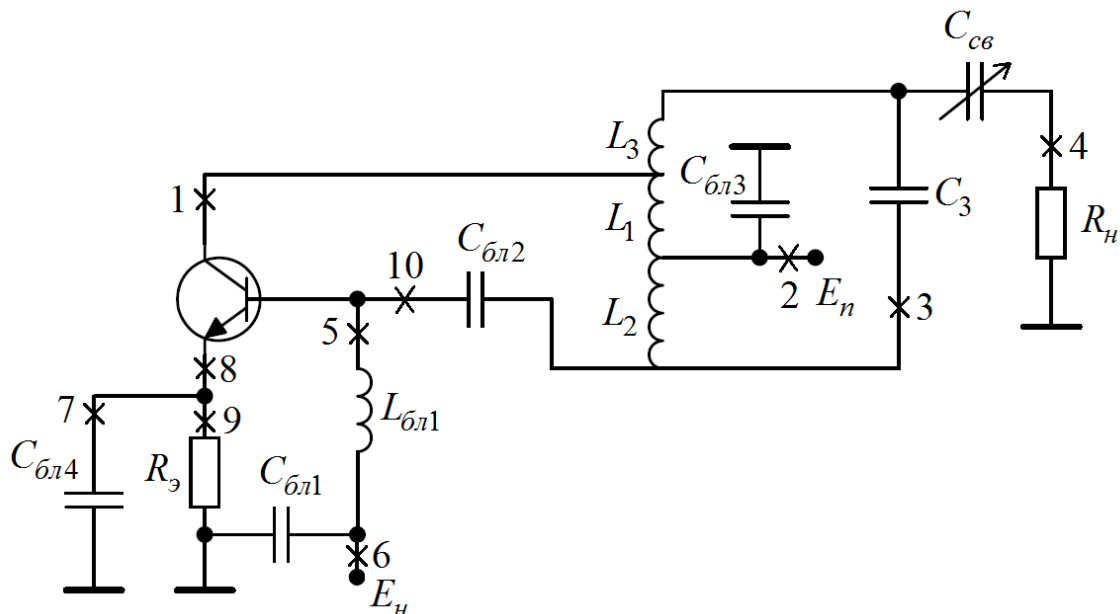

Рис.1.2. Схема индуктивной трехточки
- 2) Емкостная трехточка (ЕТ) (рис.1.2в) -  $X_{1,2} < 0, X_3 > 0$ .
**1.2.** В каких проводах, отмеченных на рис.1.2 цифрами, протекают токи, зависимости которых во времени соответствуют рис.1.4а,б,в,г? На каких элементах схемы лежат напряжения, аналогичные изображенным на рис.1.5а,б,в? Блокировочные элементы считать идеальными.
**1.3.** В каких проводах, отмеченных на рис.1.2 цифрами, протекают токи, зависимости которых во времени соответствуют рис.1.4а,б,в,г? На каких элементах схемы лежат напряжения, аналогичные изображенным на рис.1.5а,б,в? Блокировочные элементы считать идеальными.
**1.16.** АГ по схеме рис.1.2 работает в НР:  $X_1 = 10 \text{ Ом}; X_2 = 2 \text{ Ом}; \rho = 50 \text{ Ом}; Q = 50; P_1 = 20 \text{ мВт}; S = 0.2 \text{ А/В}$ . Рассчитать  $U_\epsilon, I_{\kappa 0}$ .